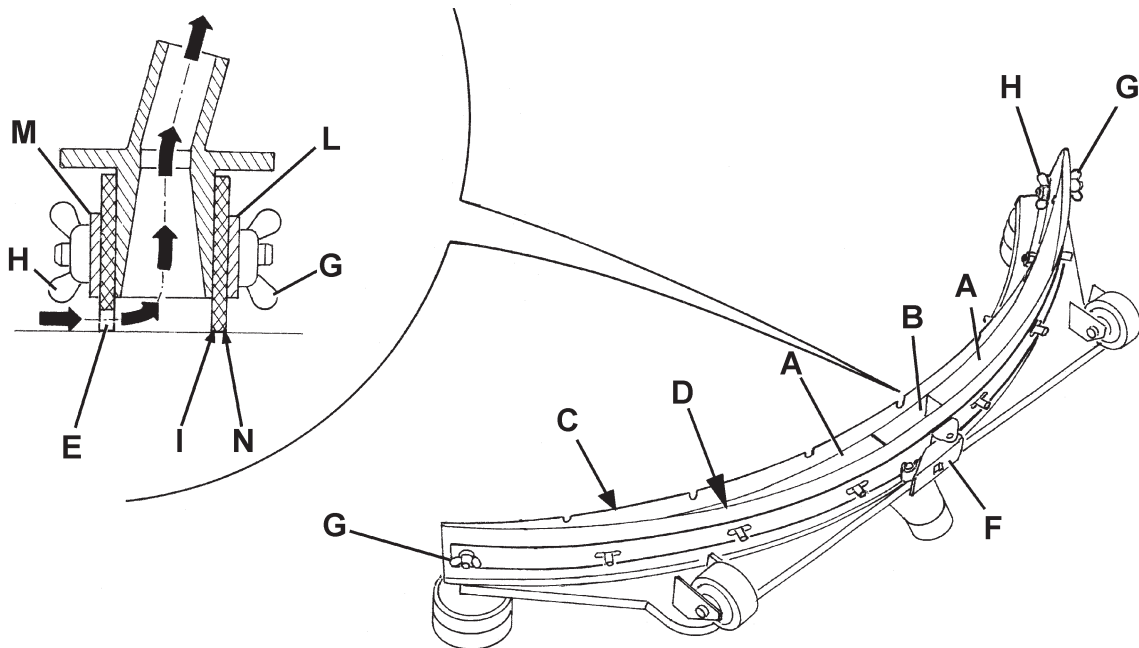

Abbildung 3
2. Den Zündschlüssel (41) einstecken und ihn auf „I“ stellen.
3. Die Sauglippe (12) durch Drücken des Schalters (36) senken.
4. Den Zündschlüssel (41) auf „0“ stellen.
5. Das Ansaugrohr (11) von der Sauglippe lösen.
6. Die Handräder (15) lockern und die Sauglippe (12) entfernen.
7. Die Sauglippe waschen und reinigen. Besonders den Schmutz und Abfälle von den Räumen (A, Abb. 3) und der Öffnung (B) beseitigen. Prüfen dass das Vorgergummi (C) und das Hintergummi (D) vollständig sind und keine Schnitte und Risse aufweisen, ansonsten sie ersetzen.
2. Prüfen dass der Säume (E und N, Abb. 3) des Vorgergummis (17) und des Hintergummis (18) gleichzeitig auf einem flachen Fußboden über ihre ganze Länge ruhen, ansonsten in der Höhe wie folgt beschrieben einstellen:
- Den Befestiger (F) und die Flügelmuttern (G) lösen, und das Hintergummi (D) einstellen; dann die Flügelmuttern festziehen und den Befestiger wieder einklinken.
- Die Flügelmuttern (H) lockern und das Vorgergummi (C) einstellen, schließlich die Muttern anschrauben.
3. Prüfen, dass das Vorgergummi (C) und das Hintergummi (D) unversehrt sind und keine Schnitten bzw. Durchrisse aufweisen, andernfalls sie wie folgt ersetzen. Prüfen auch dass das Hintergummi keine abgenutzten Vorderkanten (I) hat; ansonsten das Gummi umkehren und auf seinen Platz eine von den drei noch vollständige Kanten anbringen. Wenn auch die drei anderen Kanten abgenutzt sind, das Gummi ersetzen und dabei wie folgt vorgehen:
- Den Befestiger (F) lösen, die Flügelmuttern (G) und den Sperrstreifen (L) entfernen, schließlich das Hintergummi (D) ersetzen (oder umkehren). Das Gummi in der umgekehrten Reihenfolge des Ausbaus einbauen.
- Die Flügelmuttern (H) und den Sperrstreifen (M) entfernen, schließlich das Vorgergummi (C) ersetzen. Das Gummi in der umgekehrten Reihenfolge des Ausbaus einbauen.
4. Die Sauglippe (12) installieren und die Handräder (15) anschrauben.
5. Das Ansaugrohr (11) an die Sauglippe (12) verbinden.
6. Falls erforderlich, das Einstellhandrad zum Sauglippenausgleich (16) einstellen.